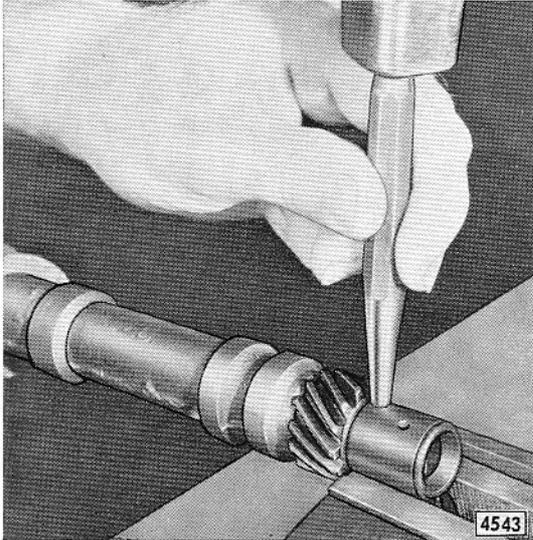

Bild D 8 - Zylinder-Kerbstift aus Ritzel und Verteilerwelle herausschlagen
3. Zylinder-Kerbstift mit passendem Dorn aus Ritzel und Verteilerwelle herausschlagen (Bild D 8). Ritzel und Scheibe(n) von Verteilerwelle abnehmen.